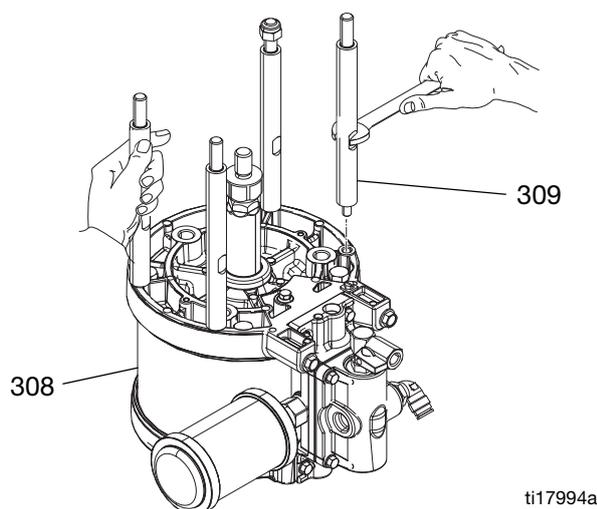

FIG. 3
- Poser les tirants (309) sur la partie inférieure du moteur pneumatique (308). Voir la FIG. 3.